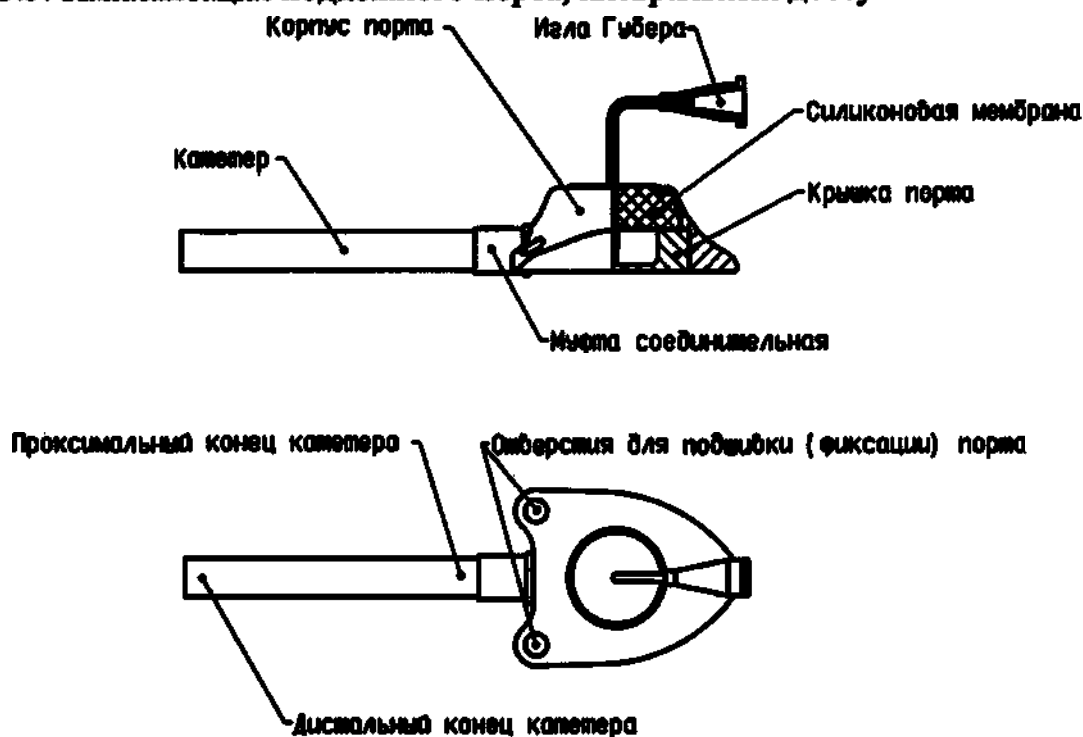
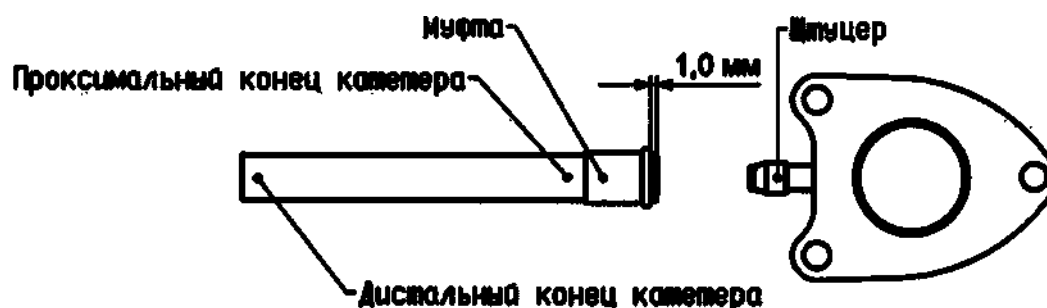
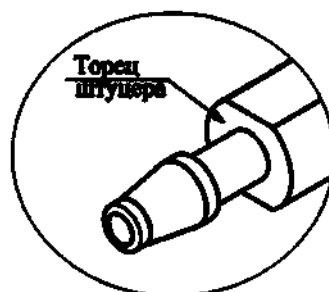

Рис. 10.1
Рис. 10.2
Рис. 10.3
- к) Отрежьте проксимальную часть катетера под прямым углом с учетом необходимой длины для соединения с портом и установкой в подготовленный карман. Перед соединением катетера с портом введите в порт через силиконовую мембрану не менее 5,0 мл Физраствора с помощью прямой иглы Губера и шприца 10 мл и убедитесь в прохождении раствора через порт. Извлеките иглу Губера после заполнения камеры порта Физраствором. Наденьте муфту узкой частью на катетер таким образом, чтобы проксимальный конец катетера выставлялся из муфты на 1,0 мм (см. рис. 10.2). Возьмите пальцами муфту с катетером и наденьте на штуцер до упора со стенкой порта, уперев катетер до торца штуцера (см. рис. 10.3), а муфту – до стенки порта (см. рис. 10.1);
- л) Установите порт в подготовленный карман мембраной к коже. Подшейте порт через отверстия к фасции (см. рис. 10.1), для предотвращения разворота и миграции. Отверстия могут быть заполнены силиконом;